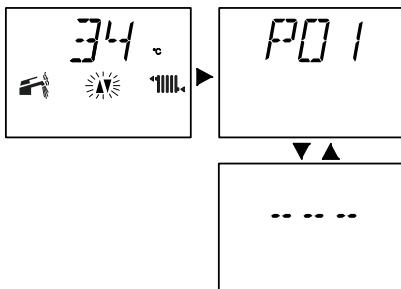

Рисунок 5.40
- Чтобы настроить режим работы насоса, войдите в режим программирования, нажав и удерживая в течение 15 с кнопку сброс (Рисунок 5.40), пока на ЖК-дисплее не появится параметр P01, загоравшийся поочередно с --- -- - - -).